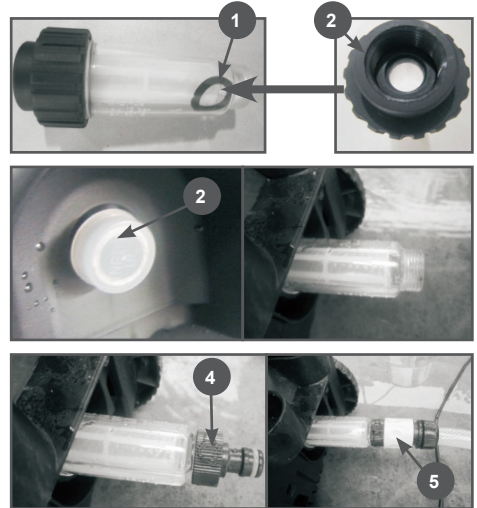

Рис. 6 Установка шланга подачи воды
- Установите фильтр тонкой очистки на входной штуцер аппарата. Для этого (Рис. 6):
- Накрутите на фильтр адаптер 4 (Рис. 6). Возьмите шланг подачи воды с коннектором, оттяните втулку коннек-
тора 5 назад и оденьте коннектор на адаптер, затем отпустите втулку коннектора шланга (Рис. 6). Присоедините шланг подачи воды через адаптер к крану водопровода.